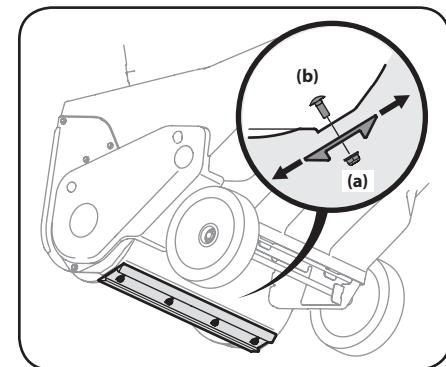

Figura 4-2
3. Afloje las cuatro tuercas de seguridad con brida (a) y los pernos de carro (b) que sujetan la placa de raspado a la caja. Consulte la Figura 4-2. Mueva la placa de raspado hacia la posición deseada y vuelva a apretar de manera segura las tuercas de seguridad bridadas (a) y los pernos de carro (b).